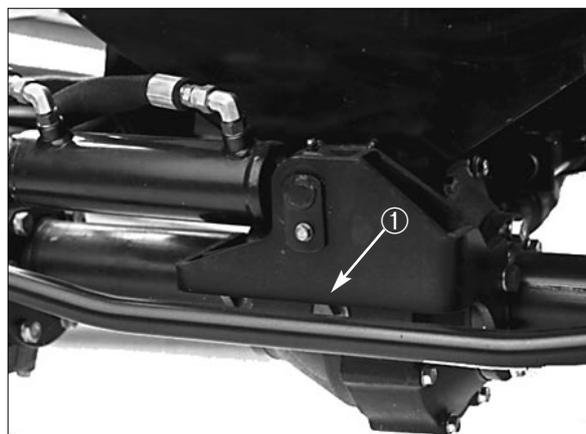

Fig. 7
1. Tappi di verifica (2)
3. Togliere il tappo al centro del ponte e verificare il livello di lubrificante. Se è basso, rabboccare fino alla base del foro (Fig. 7).